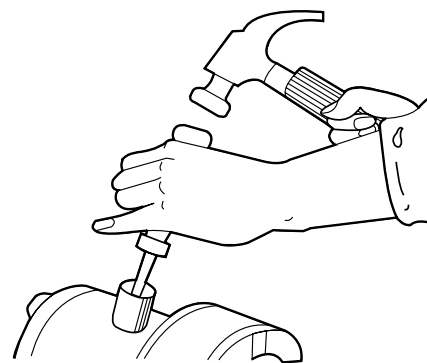

Рис. 6
2. Наносите легкие удары молотком по рукоятке отвертки до тех пор, пока заглушка не выбьется внутрь (см. Рис. 6).